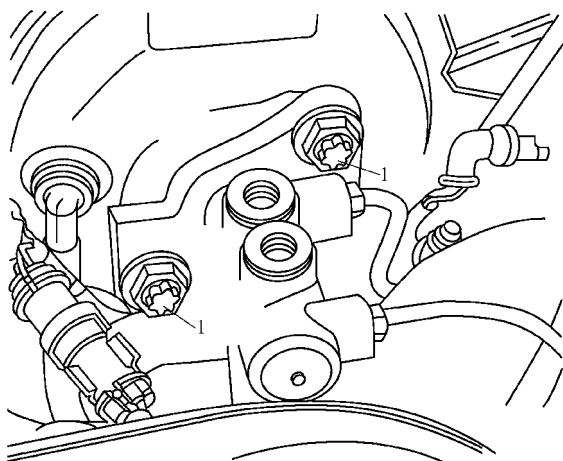

图 3-2-40 拧下制动主缸的固定螺钉 1
4) 拧下制动主缸的固定螺钉 1，如图 3-2-40 所示。